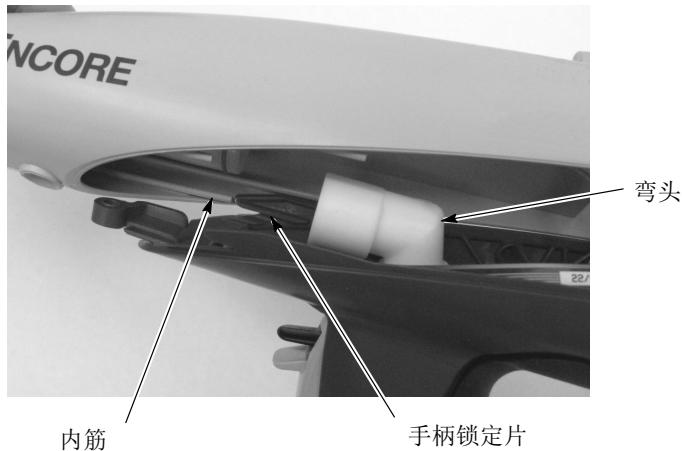

图 6 - 5 将枪体安装到手柄上
1. 请参见图 6 - 5。将喷枪体与手柄对齐，然后同时滑动喷枪体和手柄，使得喷枪体的内筋与手柄锁定片相啮合。
4. 请参见图 6 - 1。如图所示，安装盖板、外壳和挂钩。
5. 将电极组件 (3) 安装到枪体前端。确保电线电极没有折弯或破损。
6. 在电极组件上安装喷嘴 (2)，确保电极组件上的键滑入到喷嘴槽中。
7. 在喷嘴上装上喷嘴螺帽 (1) 并顺时针将其拧紧。